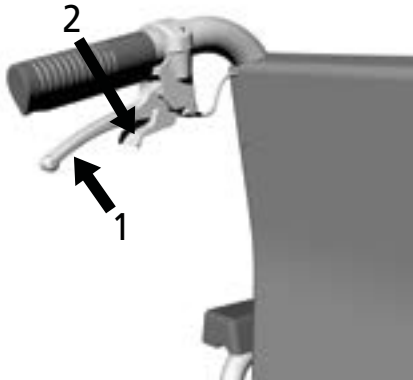

fig. 14
Tirare le due leve freno contemporaneamente (1, fig. 14).
1. Tirare le due leve freno contemporaneamente (1, fig. 14).
2. Spingere i blocchi lontano dal corpo fino a percepire lo scatto (2, fig. 14). A questo punto, il freno a tamburo è bloccato.